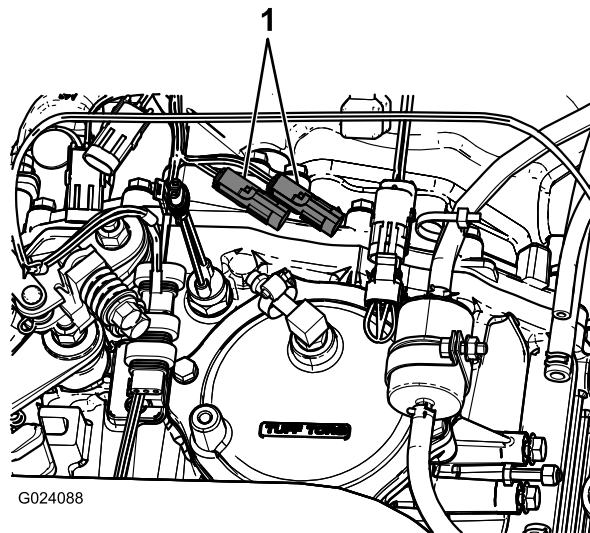

Figura 12
9. Conecte el sensor de velocidad existente al conector del sensor de velocidad y al conector de la salida del sensor de velocidad del arnés de cables nuevo (Figura 12).